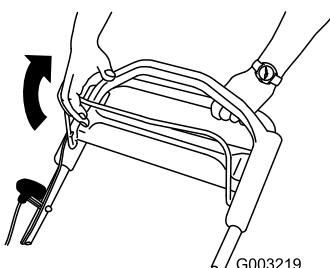

**Figure 15**
2. Tournez la clé de contact (Figure 14) ou tirez la poignée du lanceur (Figure 15).
**Remarque:** Tirez lentement la poignée du lanceur (Figure 15) jusqu'à ce que vous sentiez une résistance, puis tirez vigoureusement. Laissez le lanceur se rétracter lentement jusqu'à la poignée.